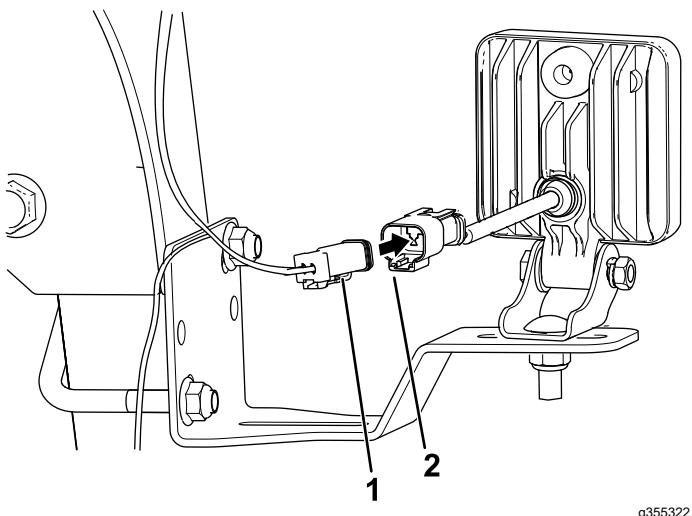

图 19
1. 在灯具开关的 LED 灯上将线束的 2 插槽接头连接到 LED 灯的 2 针接头上图 19。
2. 在机器的另一侧将线束的 2 插槽接头连接到 LED 灯的 2 针接头上图 19。